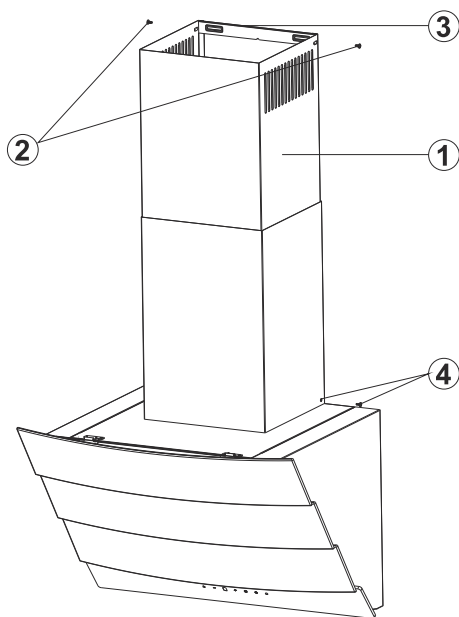

Fig. 12: MONTERING AF SKORSTENE
- Træk nu den indvendige skorsten op mod loftet. Fastgør denne med 2 skruer på siderne i toppen (2). Skru også den udvendige skorsten fast på siderne i bunden(4) (Fig. 12)